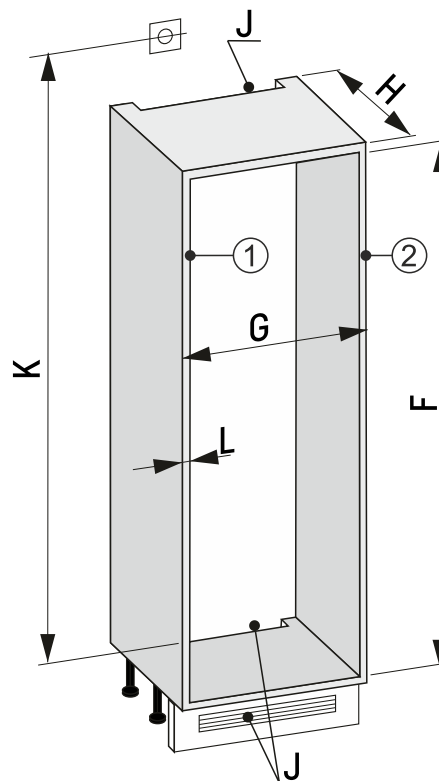

Fig. 86 30"-Nische
- Möbelwandstärke Fig. 86 (L) ausmessen.